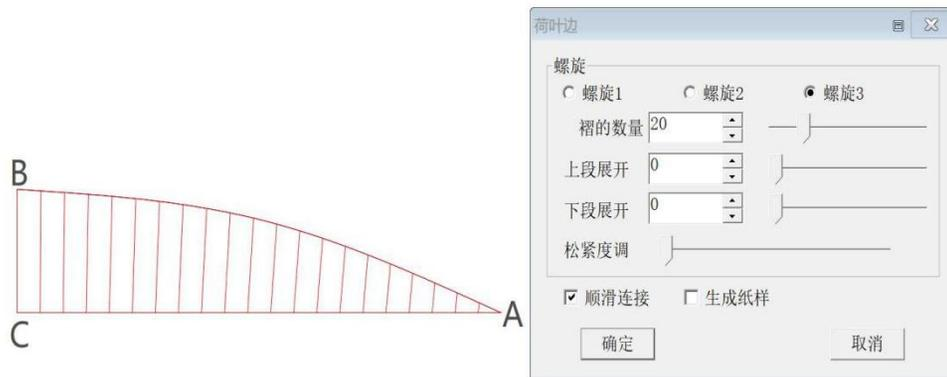

图 29.2
(2) 左键单击或框选所要操作的线后，击右键，再分别单击上段线（如图 29.2 线段 AB）和下段线（如图 29.2 线段 AC），若下线段为两条线段，需单击两条线段对接的端点，弹出【荷叶边】对话框（如图 29.2），有三种生成荷叶边的方式，选择所需的一种，单击确定即可（螺旋 3 可手动输入上段展开量和下段展开量来控制荷叶边形状）。